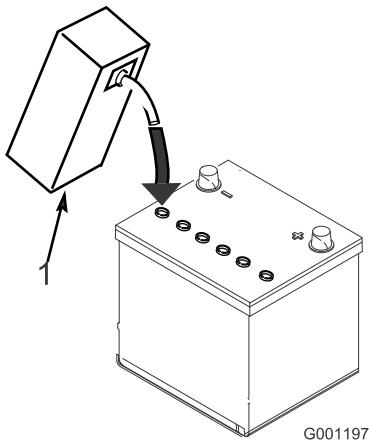

Figure 4
3. Versez de l'électrolyte avec précaution dans chaque élément jusqu'à ce les plaques soient recouvertes par environ 6 mm (1/4") de liquide (Figure 4).
4. Attendez environ 20 à 30 minutes que les plaques aient le temps de s'imprégnier d'électrolyte. Faites l'appoint au besoin pour que le niveau de liquide monte à 6 mm (1/4") en dessous du creux de remplissage (Figure 4).